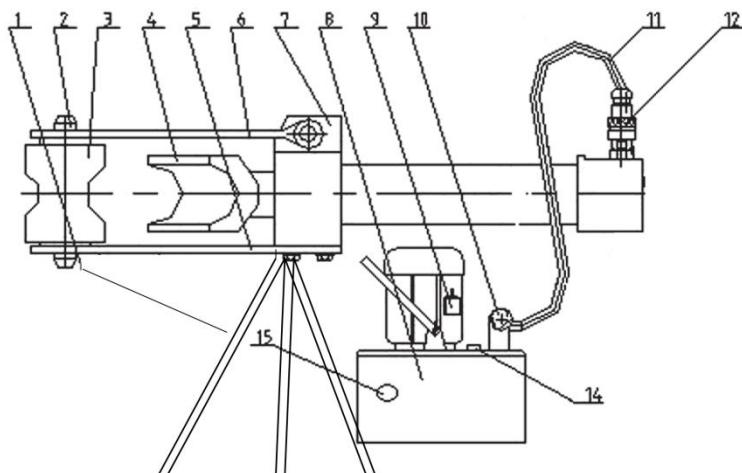

Рис. 3
1) Собрать трубогиб (см. Рис.3). Для этого:
- закрепить на нижней платформе корпуса трубогиба нижнюю траверсу (5) с помощью 4-х болтов из комплекта крепежа. Затем перевернуть трубогиб и установить его на опоры на ровной площадке;
- установить и закрепить верхнюю траверсу (6) в корпусе трубогиба (7) с помощью пальца проверить уровень масла через смотровое окно (15) масляного электронасоса (8) (уровень масла должен закрывать смотровое окно (15)). При необходимости долить веретенное масло индустриальной марки И-20А или И-30А ГОСТ 20799-88 до требуемого уровня. Завернуть пробку (14) на место: для транспортировки пробку следует завернуть до упора, а для продолжения работы трубогиба пробка должна быть приоткрыта на один оборот;
- присоединить соединительный шланг (11) одним концом к масляному электронасосу (8) с помощью резьбового соединения, а другой конец шланга присоединить к трубогибу с помощью штуцера быстрорасъемного разъема (12);
- установить на шток трубогиба шаблон (4) необходимого размера, соответствующего диаметру сгибающей трубы;
- установить в нижнюю траверсу (5) два упора (3) в симметричные отверстия, соответствующие требуемому диаметру сгибающей трубы. Повернуть упоры (3) к шаблону (4) выемками;
- опустить верхнюю (6) траверсу на 2 оси (2) 2-х упоров (3).
2) Убедиться, что выпускной клапан электронасоса (10) закрыт, т.к. поступательный ход штока возможен только при закрытом выпускном клапане (10).
3) Поместить соответствующую трубу между упорами (3) и шаблоном (4) и включить электронасос выключателем (9) и произвести сгибание трубы.
4) По окончании операции плавно открыть выпускной клапан (10) не более, чем на один оборот, тем самым освобождая трубу и возвращая шток в исходное положение. Поднять верхнюю траверсу (6), достать трубу с шаблоном (4) и освободить шаблон от трубы.